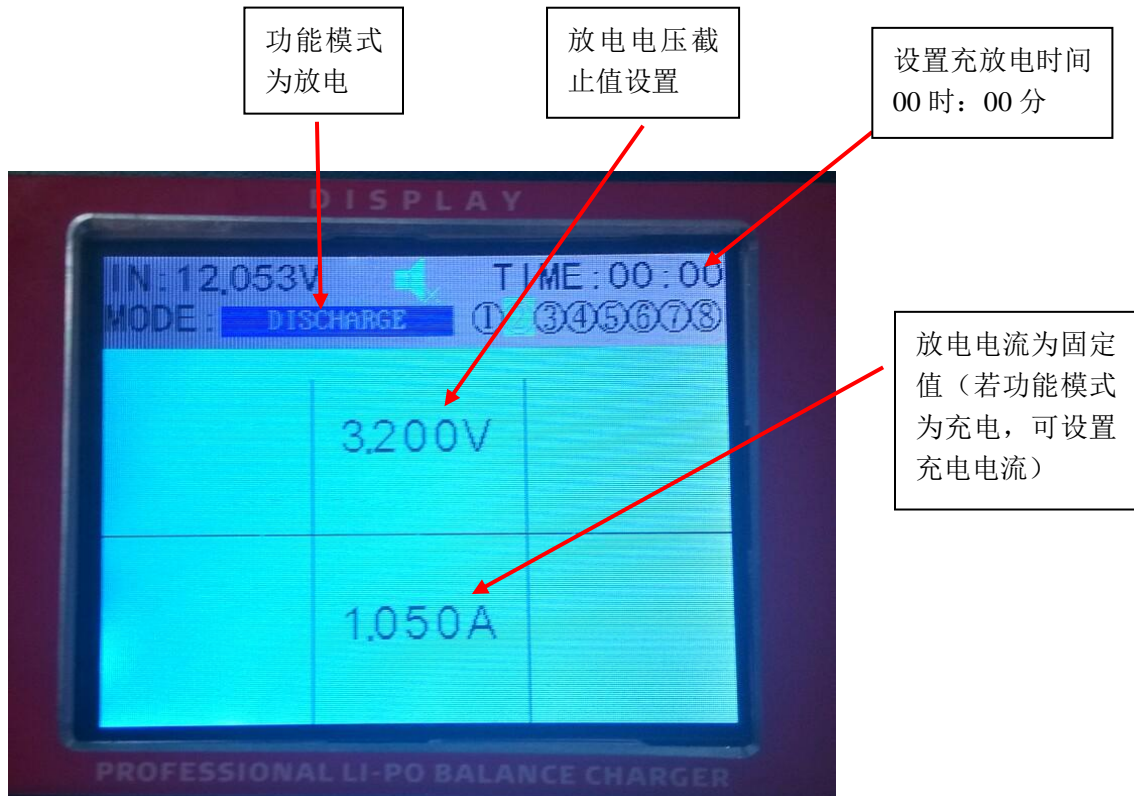
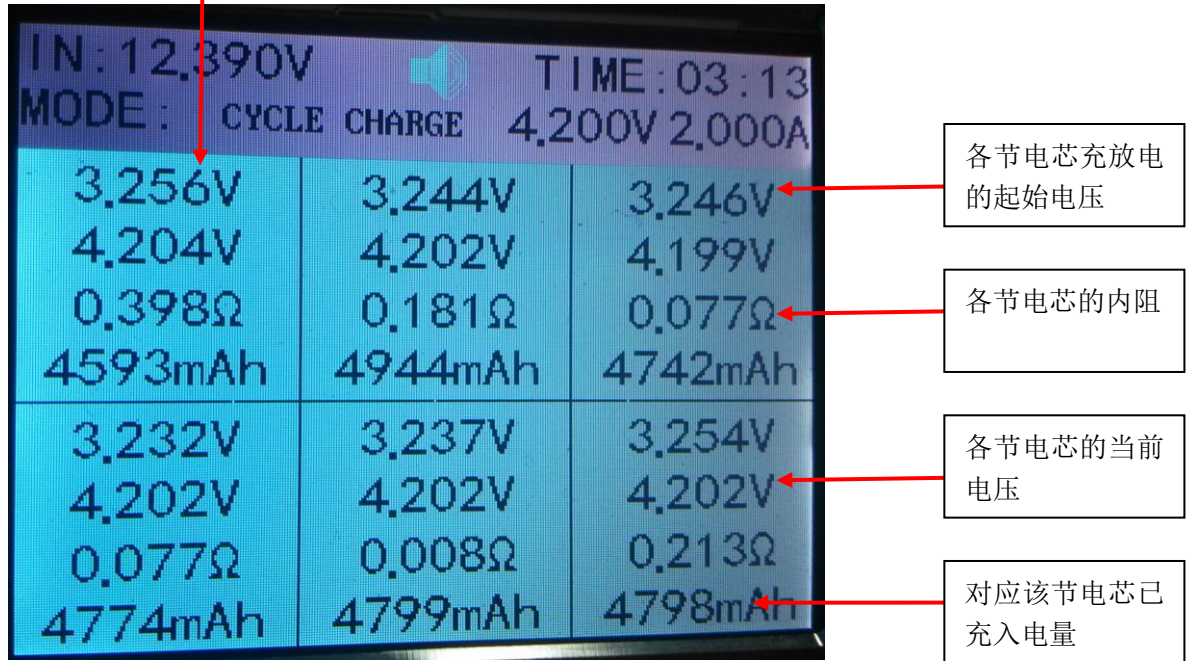

图 2
图 7
注：1) 在图 7 界面下，按 **SET** 键可返回至图 6 界面，按 “+/**▲**” 或 “-/**▼**” 键至 **▼** 光标消失，或提示语出现。此时再按下 **SET** 键可以回到图 2 界面进行设置电压电流值，充电模式等。
2) 在图 7 界面下，按 “+/**▲**” 或 “-/**▼**” 键可以查看其它端口所接电池的电量情况。